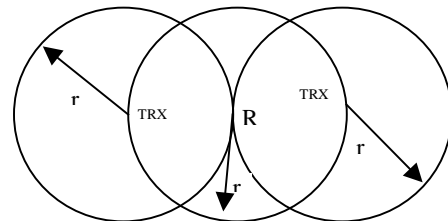

Fig.3
- Semnalele radio slabe nu se pot propaga pe o distanță mare, necesitând unul sau mai multe repetitoare pentru a acoperi o suprafață mai mare. Fig.3 prezintă un exemplu de aplicație ce permite telecomenzii dintr-un sistem UMB100H să fie operabilă pe o suprafață mai mare.